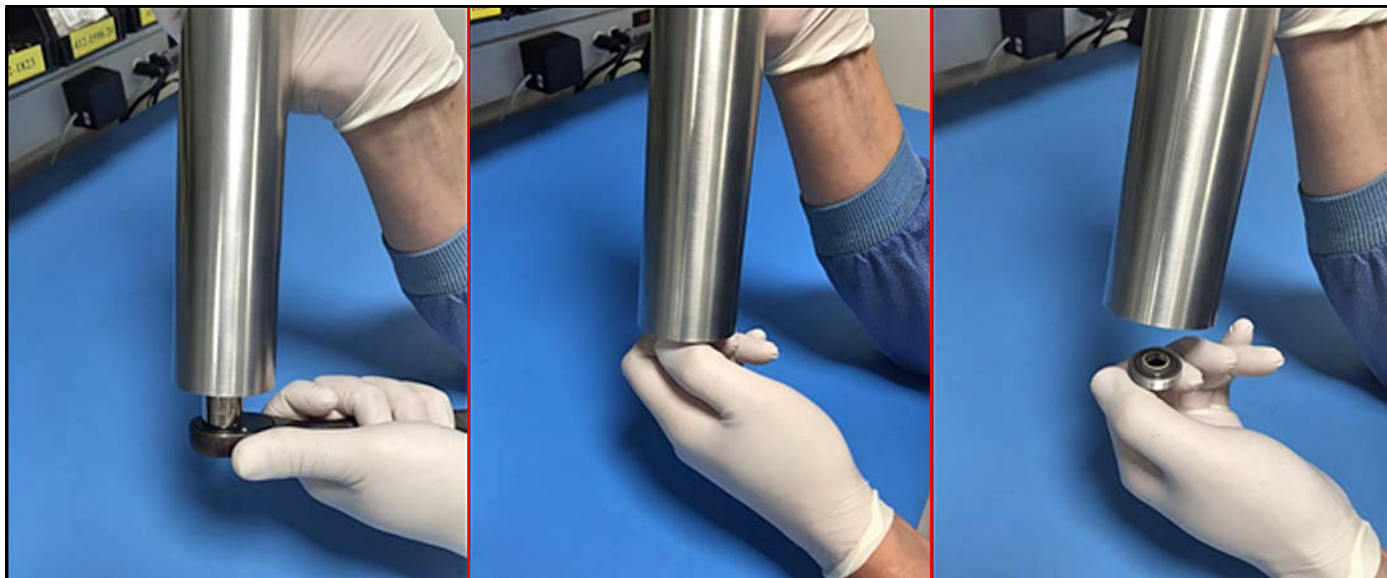

図 92: 吸光セルからの鏡のエンドキャップアセンブリの取り外し
1. 5/8 インチのソケットレンチを使用して、鏡アセンブリの六角ヘッドを緩め、吸光セルの底から鏡アセンブリをゆっくりと取り外します。下の図 92 にはセルを取り外す方法が示されていますが、鏡を取り外すために吸光セルアセンブリを取り外す必要はありません。